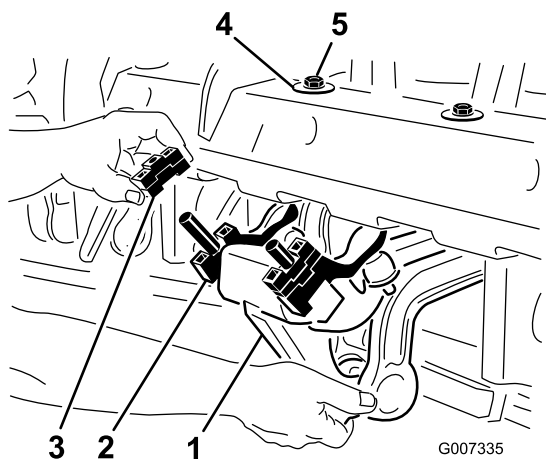

Figura 25
1. Retire las dos contratuercas (1/2 pulgada) que sujetan el amortiguador rototalink a la parte inferior del bastidor del cabezal de perforación (Figura 25).
2. Baje el amortiguador para dejar a la vista los espaciadores (Figura 25).
- Vuelva a instalar el amortiguador en el bastidor del cabezal de perforación. Compruebe que la arandela en D esté instalada contra el bastidor del cabezal de perforación, como se muestra en Figura 25. Asegure las dos contratuercas.